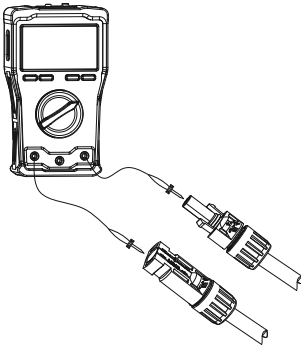

Abbildung 3-5-5
Schritt 5: Prüfen Sie Plus- und Minuspol mit einem Multimeter (siehe Abbildung 3-5-5).